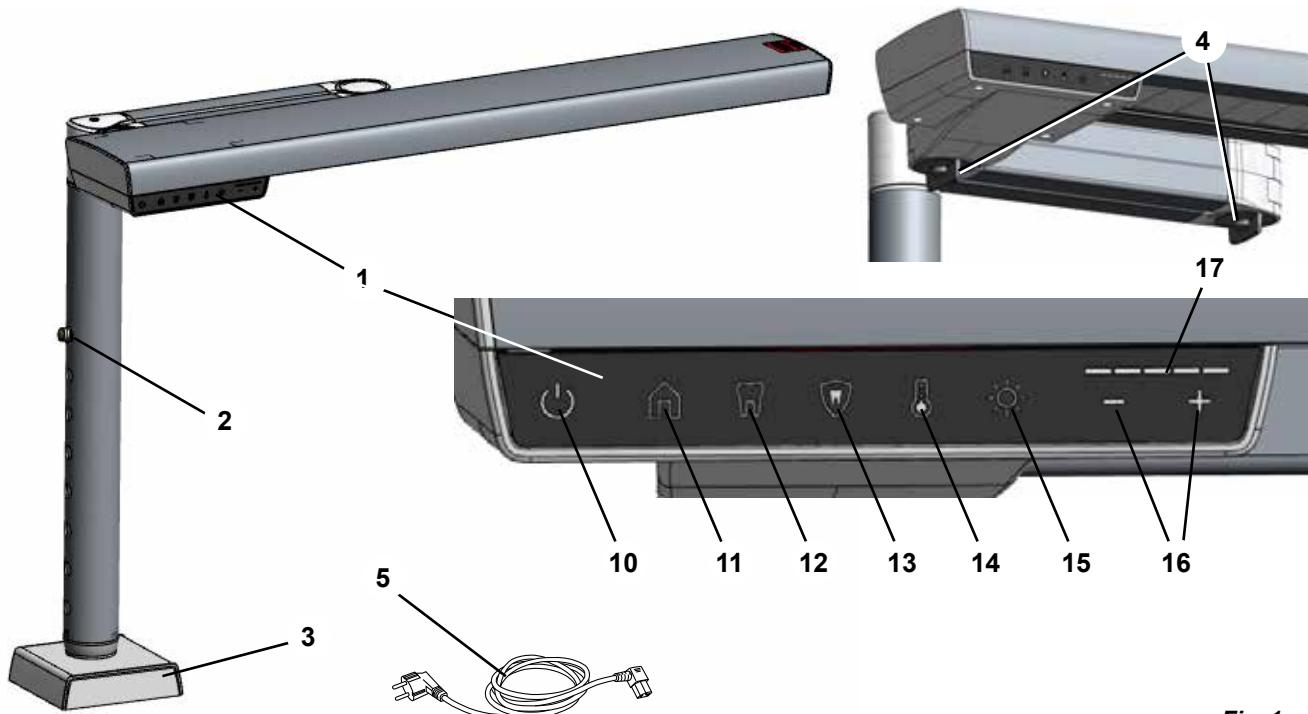

Fig. 1
- ⇒ Presione el bloqueo de ajuste de altura (2, fig. 1) y extraiga el tubo interior en el zócalo hasta la posición máxima.
Para determinar la ubicación de montaje adecuada, afloje el bloqueo de la articulación (4, Fig. 1) y compruebe que puede mover la lámpara del lugar de trabajo a la posición óptima descrita anteriormente (capítulo 4.2.1).
- ♦ Se ilumina la tecla Luminosidad (15, fig. 1).
- ♦ El valor de luminosidad actual se muestra en el indicador Intensidad (17, fig. 1).